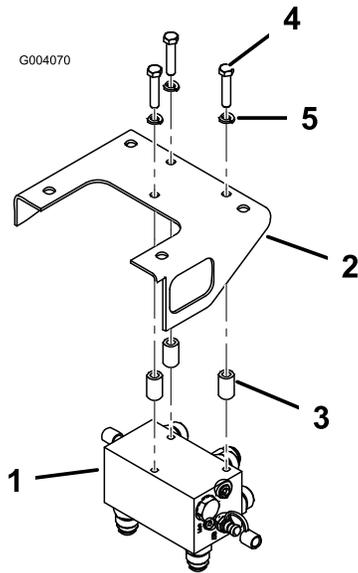

Figura 5
4. Monte el conjunto de colector en la parte inferior del soporte del colector con 3 pernos (3/8" x 1 3/4"), 3 arandelas de freno (3/8") y 3 espaciadores. Coloque los espaciadores entre el soporte del colector y la parte superior del colector. El colector debe orientarse con los acoplamientos orientados hacia atrás y hacia abajo (Figura 5).